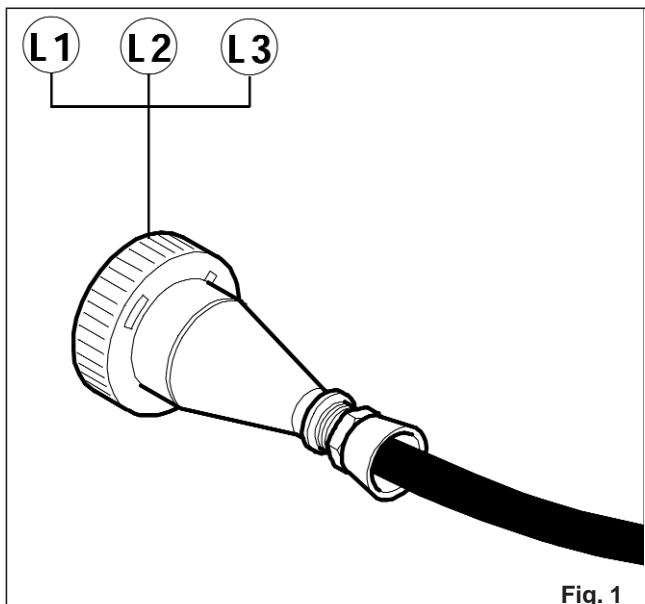

Fig. 1
- 1 – Kontrollera att de 3 faserna L är spänningsförande (fig. 1).
- 1 – Kontrollera med testutrustning att det finns spänning på de tre faserna **L** (Fig. 1)